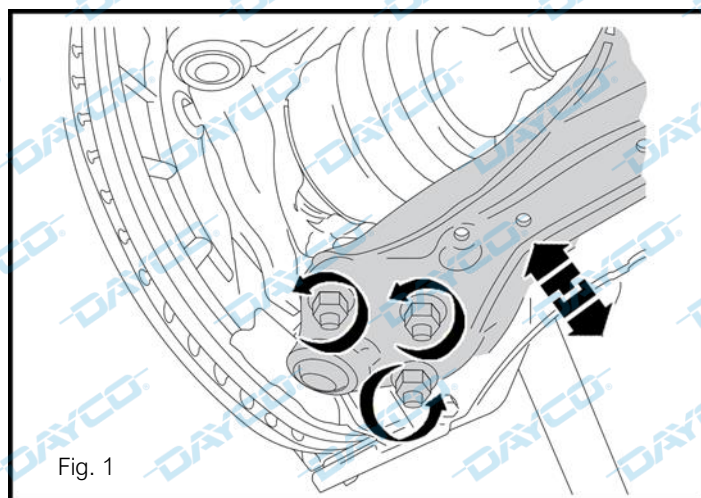

Fig. 1
- Aflojar las tuercas indicadas. (Fig. 1)